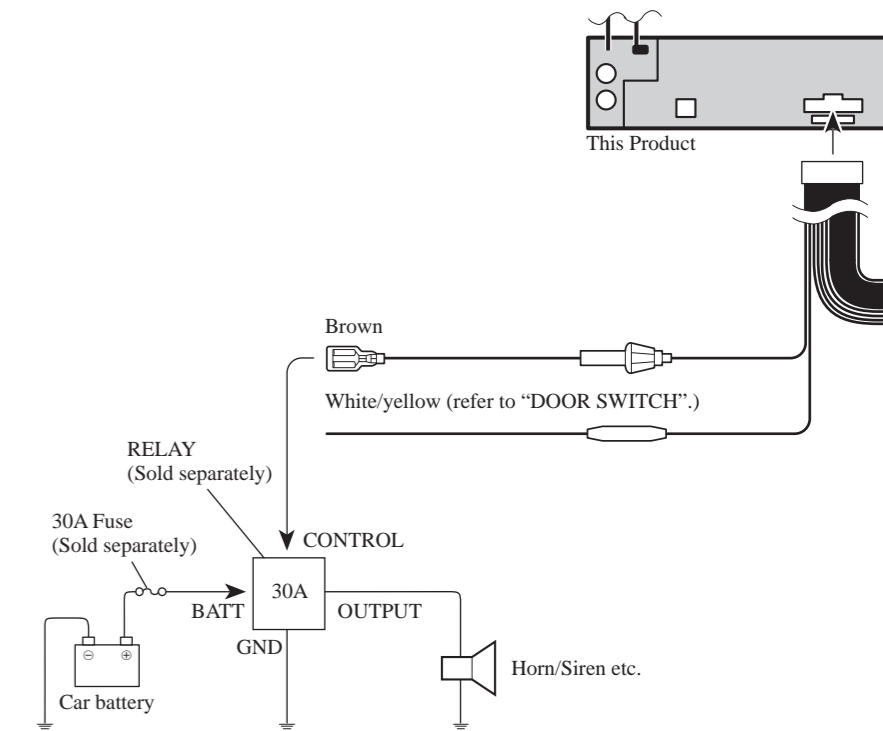

Fig. 5
■ **Brown (ALARM OUTPUT)** (Fig. 5)